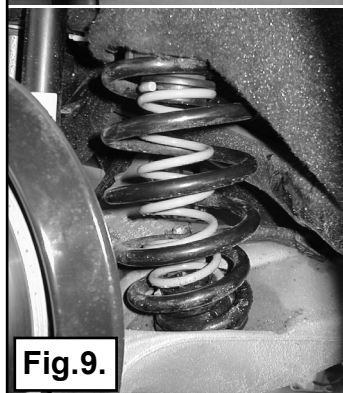

Fig.9.
9. Montez le ressort principal à l'aide du set de ressorts auxiliaires sous le véhicule. Assurez-vous que le ressort principal soit correctement positionné lorsque vous détendez le compresse-ressort et que le set de ressort auxiliaire soit bien centré en bas comme en haut. Voir fig. 9 et 10.
9. Montera tillbaks fjädrarna på bilen, se till så att huvudfjädern kommer rätt i fjäderskålna och att hjälpfjädern sitter ordentligt i topp och botten. Se fig. 9 och 10.